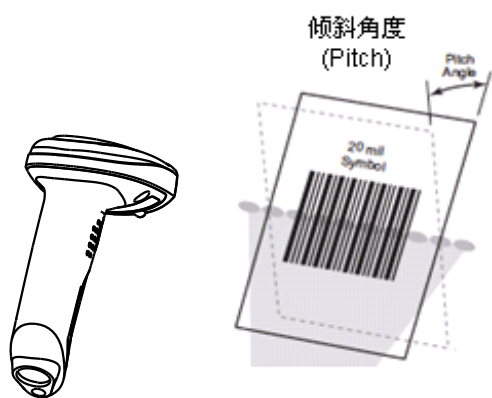

图 1-11
- ✧ 倾斜角度(Pitch)： $\pm 60^\circ$ ；测试条件为 0° 旋转角及 0° 偏转角（见图 1-11）。